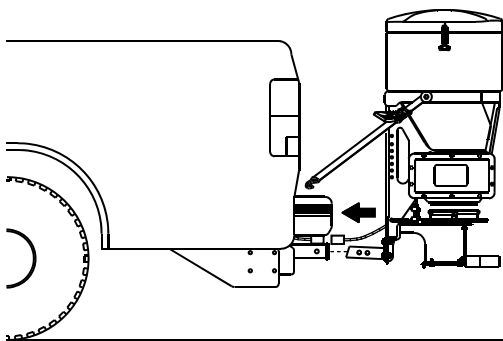

Bild 6
2. Verbinden Sie die Streuerkupplung mit der Fahrzeugkupplung und richten Sie die zweite Befestigungsöffnung an der Streuerkupplung an der Öffnung in der Fahrzeugkupplung aus (Bild 6).